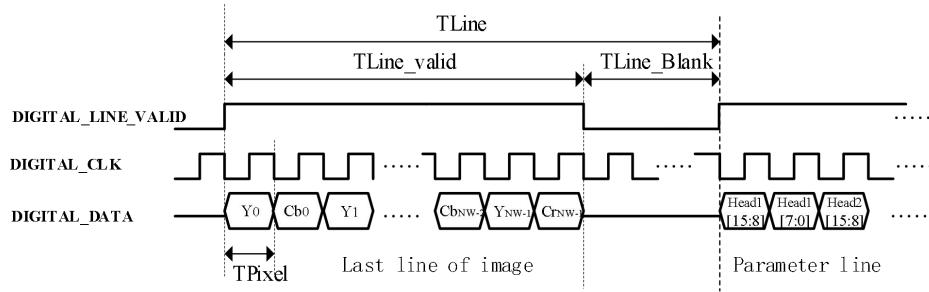
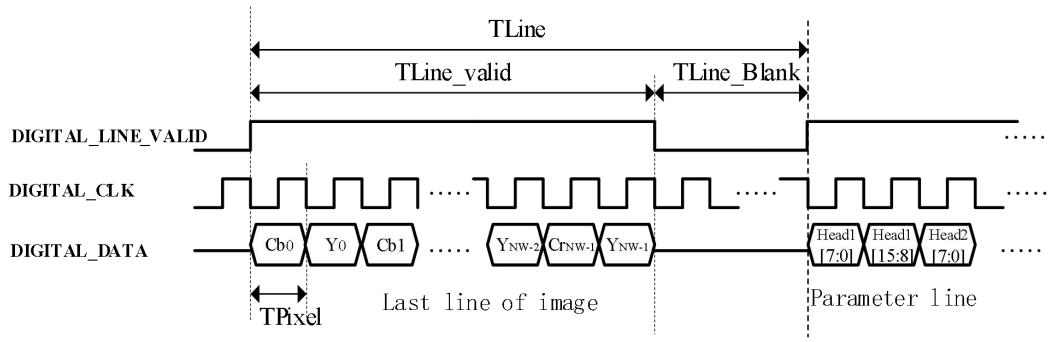

图 14 YUV422+参数行 (MSB) 行与数据时序图
图 15 YUV422+参数行 (LSB) 行与数据时序图
c) 数据源为 YUV422+参数行的行与数据时序关系图时序如图 14 图 15 所示;